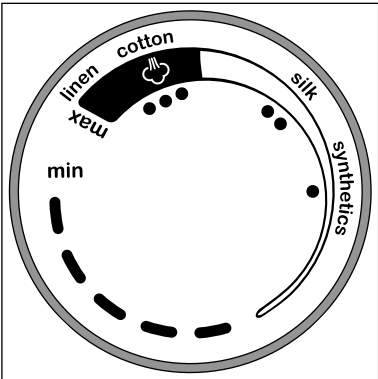

Fig. 2
- 3) Selecione a temperatura adequada com o regulador da temperatura 6 (ver tabela abaixo e fig. 2).